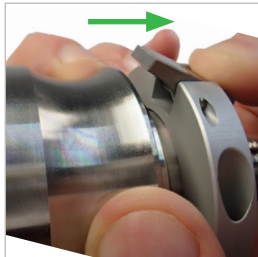

Abbildung 9
- ▶ Betätigen Sie die Wippe der SchiebehülSENSicherung (Pos. 2) und ziehen Sie anschließend die Schiebehülse (Pos. 1) nach hinten (*Abbildung 9*).